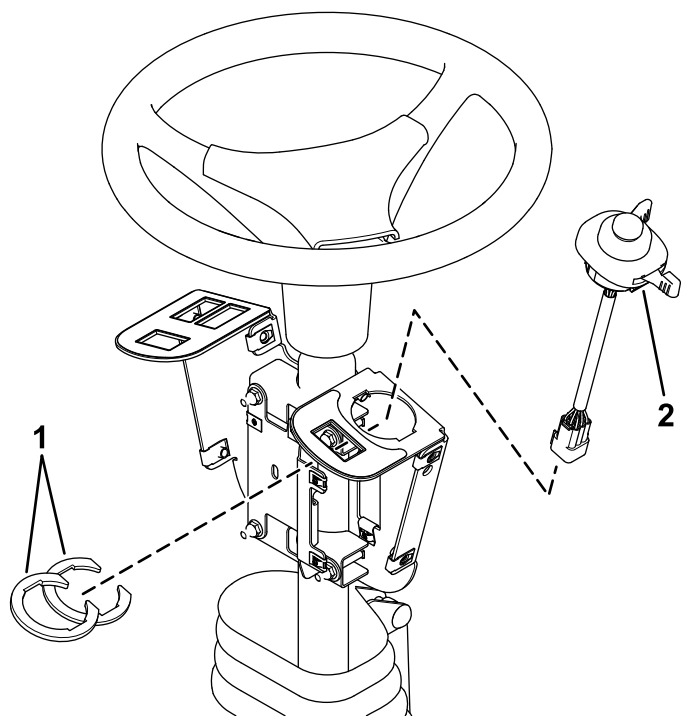

Figura 5
2. Instalezi comutatorul multifuncțional pe suportul de comutator și fixezi-l folosind clemele comutatorului de sub orificiul pentru comutator (Figura 5).